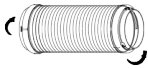

Fig. 16
7. Montera adapter B på utloppsslangen (fig. 16 eller 17). Montera fönsterinsatsen enligt anvisningarna ovan.